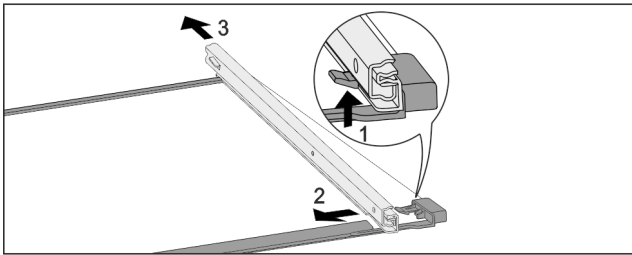

Fig. 159 Raylar bulunan cam plaka
- Ön yerleşme çengelini yukarı doğru bastırın. Fig. 159 (1)
- Dışarı çekme rayını yana Fig. 159 (2) ve arkaya Fig. 159 (3) doğru kaydırın.